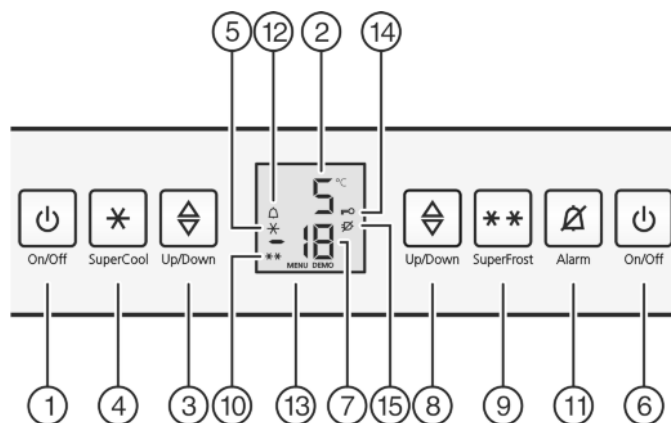

Fig. 2
- ▶ Nyomja meg a fagyasztó On/Off *Fig. 2 (6)* gombot.
- ▶ Nyomja meg a hűtőréssz On/Off *Fig. 2 (1)* gombot.
- ▶ Beállítási mód aktiválása: Nyomja meg a SuperFrost gombot *Fig. 2 (9)* kb. 5 másodpercre.
- ▶ A kijelzőn megjelenik a Menü ikon *Fig. 2 (13)*.
- ▶ A SuperFrost billentyűvel *Fig. 2 (9)* röviden nyugtázza.
- ▶ Röviden nyomja meg a gyermekbiztosítás ikon *Fig. 2 (14)* világít a kijelzőn.
- ▶ Röviden nyomja meg a fagyasztórész On/Off gombját *Fig. 2 (6)*.
- ▶ A gyermekbiztosítás ikon *Fig. 2 (14)* kialszik.
- ▶ Nyomja meg a riasztás gombot *Fig. 2 (11)*.
Egyidejűleg villog a hőmérsékletjelző és a riasztás ikon *Fig. 2 (12)*.
A figyelmeztető hangjelzés automatikusan elnémul, a riasztás ikon *Fig. 2 (12)* eltűnik és a hőmérsékletkijelző is abbahagyja a villogást, mikor a hőmérséklet újra eléggé alacsony.